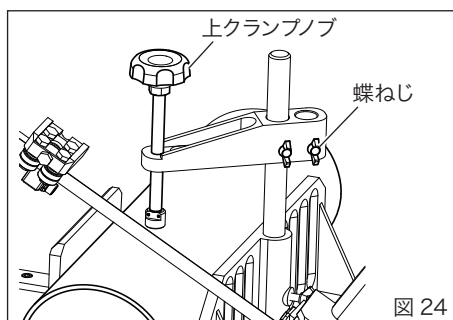

図 24
⑤ 切断材料の中心位置及びフレームの降下に邪魔にならない位置に上クランプをセットしてください。上クランプには 2 個の穴があるので切断材料により選択してください。上クランプを蝶ねじで固定してください。上クランプノブを時計方向に回し、切断材料をバイスに密着させてください。(図 24)
① プレート A の蝶ねじを緩め、上クランプを取り外してください。(図 24)